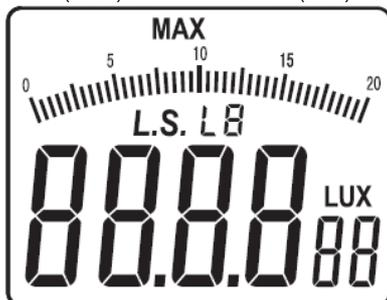

Рисунок 3-1-3
- Коротко нажмите кнопку «MAX/MIN/L.S.», и в верхней части дисплея появится индикатор «MAX» (см. рисунок 3-1-3), и прибор переключится в режим измерения максимального значения.